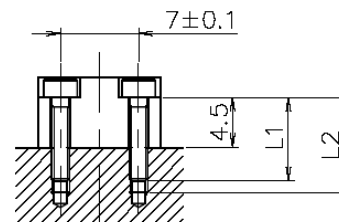

図2
- ① 図2を参照し、M1.6のボルト（推奨強度区分[12.9]、長さ12mm以上）を用い、被測定物へ $L1 \leq L2$ となるように有効ねじ深さを取付けねじの長さ以上で加工してください。また、取付けねじの間隔は $7 \pm 0.1\text{mm}$ で加工してください。
- ② 取付け場所を十分に清浄してください。
- ③ 変換器側の取付け面も、清浄してください。
- ④ 変換器と非測定物の間に、シリコングリスを薄く塗布し、ねじの締め付けトルク $0.1 \sim 0.12\text{N}\cdot\text{m}$ （推奨締め付けトルク $0.12\text{N}\cdot\text{m}$ ）で固定してください。